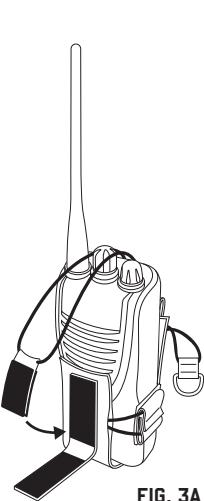

FIG. 3A
3. Tightly fasten the hook and loop straps, securing the radio. [fig. 3a, 3b]
3. Apriete con fuerza las correas de cierre por contacto para fijar la radio. [Fig. 3a, 3b]
3. Serrez fermement les attaches auto-agrippantes pour maintenir la radio. [fig. 3a, 3b]